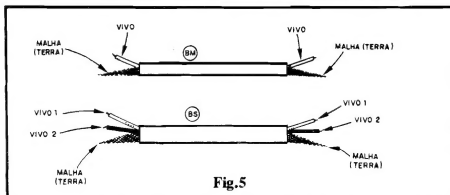

Fig. 5
- **FIG. 5 - DETALHAMENTO DA CABAGEM BLINDADA**... - Os cabos blindados, mono e estéreo, nos diagramas (principalmente na figura 4...) são todos estilizados conforme mostra o diagrama, onde claramente se